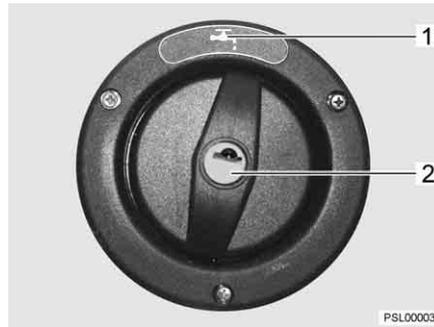

Bild 43 Verschlussdeckel für Trinkwasser-Einfüllstutzen
- ▷ Der Trinkwasser-Einfüllstutzen ist mit dem Symbol "☰" (Bild 43,1) gekennzeichnet.
- Schlüssel in Schließzylinder (Bild 43,2) stecken und entgegen dem Uhrzeigersinn drehen.